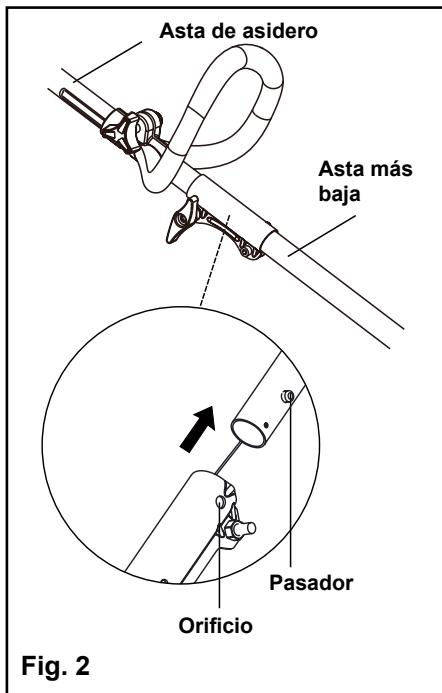

Fig. 2
- Alinee el perno del tubo de la empuñadura y el agujero del tubo inferior. (Fig. 2)